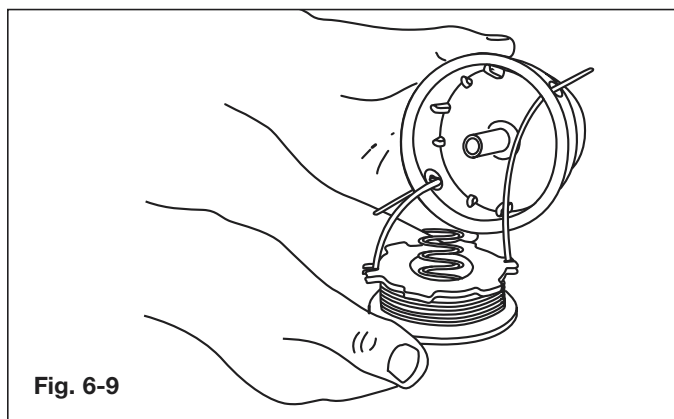

Fig. 6-9
- Insérez les extrémités du fil dans les œillets de la bobine extérieure et placez le moulinet et le ressort dans la bobine (Fig. 6-9). Enfoncez le moulinet et la bobine ensemble. Tout en tenant le moulinet et la bobine, saisissez les extrémités et tirez fermement pour dégager le fil des fentes de retenue de la bobine.
- Insérez les extrémités du fil dans les œillets de la bobine extérieure (Fig. 6-9).